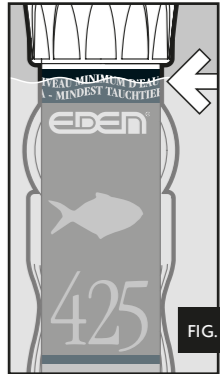

FIG. 1
- ♦ The heater must be submersed to at least the "MINIMUM WATER LEVEL" indication (fig. 1).
To obtain the best distribution of heat in the tank, place the heater inside the aquarium so that the water can circulate freely around the glass tube, with the heating element part at the bottom of the aquarium. Otherwise the thermostat cannot work correctly. The heater is fully submersible and for correct functioning it must be submersed at least till the "MINIMUM WATER LEVEL" mark (fig. 1).
- ♦ Le chauffage doit être immergé au minimum jusqu'au l'indication "NIVEAU MINIMUM DE L'EAU" (fig. 1).
- Le chauffe-eau est complètement submersible et pour fonctionner correctement il doit être immergé au moins jusqu'au repère "NIVEAU MINIMUM DE L'EAU" (fig. 1).
- ◆ **De staaferwarming moet minimaal tot het streep "MINIMUM WATER LEVEL" (afb. 1) onder water zitten.**
- Voor een ideale verdeling van de warmte is de staaferwarming op een plek te zetten, met een zo goed als mogelijk watercirculatie. Het moet verticaal het verwarmingselement richting aquarium bodem worden vast gezet. De staaferwarming kan volledig worden ondergedompeld maar moet minimaal tot het streep "MINIMUM WATER LEVEL" (afb. 1) onder water zitten.
- ◆ **El termocalentador se sumergirá como mínimo hasta la indicación "NIVEL MÍNIMO DE AGUA" (fig. 1).**
El termocalentador es completamente sumergible, y para que funcione correctamente se debe sumergir al menos hasta la marca "NIVEL MÍNIMO DE AGUA" (fig. 1)